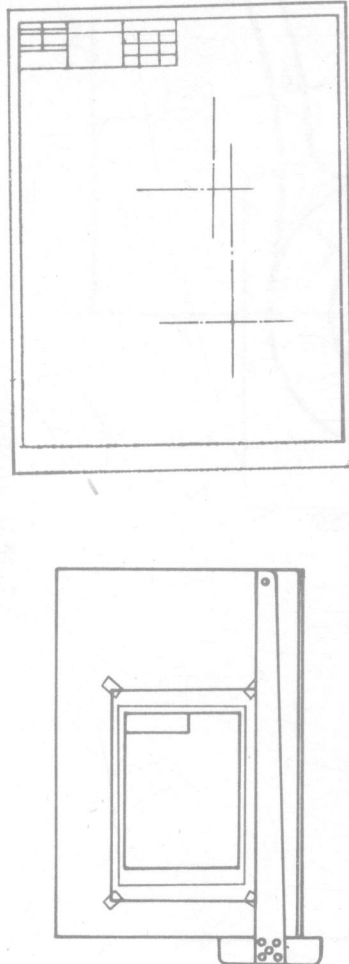

图1-1
1. 将图纸放在图板左下方，用丁字尺对好水平位置，图纸下方要留出大于丁字尺宽度的空处，用胶纸（布）将图纸贴牢，如图1-1。